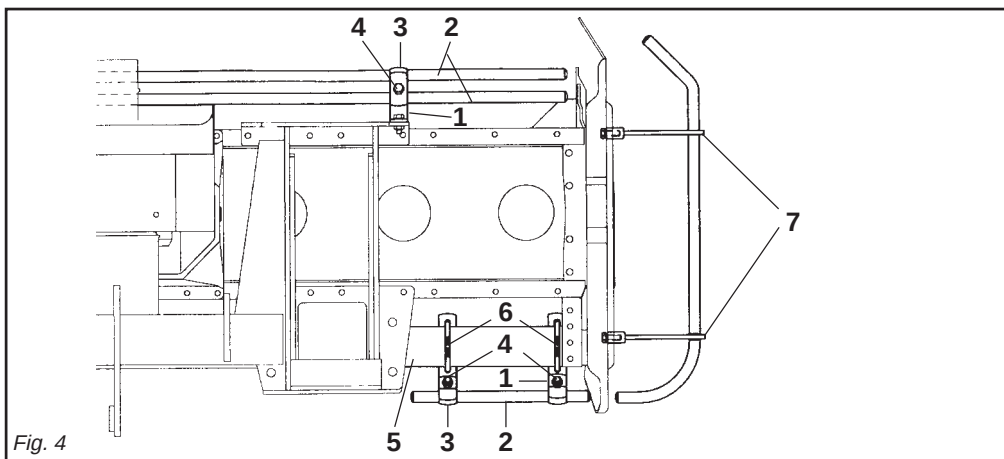

Fig. 4
- Il gruppo delle protezioni, composto dall'attacco (1 Fig. 4) che fa da fermo per i tubi (2 Fig. 4) bloccati dalla staffa (3 Fig. 4) e dalle viti (4 Fig. 4), è fissato al tubo quadro anteriore (5 Fig. 4) mediante i cavallotti (6 Fig. 4), e va posizionato uno a destra e uno a sinistra il più esternamente possibili.
- The protection unit, consisting of the coupling (1 Fig. 4) that acts as a clamp for the pipes (2 Fig. 4) locked by the bracket (3 Fig. 4) and by the screws (4 Fig. 4), is fixed to the square front pipe (5 Fig. 4) by the U-bolts (6 Fig. 4) and should be positioned as far outwards as possible, one on the right and the
- Die Gruppe der Schutzvorrichtungen, die sich aus dem Anschluß (1 Abb. 4), der zur Arretierung für die Rohre (2 Abb. 4) dient, die durch den Bügel (3 Abb. 4) blockiert werden, und den Schrauben (4 Abb. 4) zusammensetzt, wird am vorderen Vierkantrohr (5 Abb. 4) mit den U-Bolzen (6 Abb. 4) befestigt. Eine davon ist rechts und eine links, so weit wie möglich außen anzubringen.
- Le groupe des protections, comprenant l'attelage (1 Fig. 4) qui sert de butée pour les tubes (2 Fig. 4) bloqués par la bride (3 Fig. 4) et par les vis (4 Fig. 4), est fixé au tube carré avant (5 Fig. 4) par des crampons (6 Fig. 4). Positionner une protection à droite et une à gauche, le plus possible à l'extérieur.
- El grupo de las protecciones, compuesto por la conexión (1 Fig. 4) que funciona como bloqueo de los tubos (2 Fig. 4) bloqueados a su vez por el soporte (3 Fig. 4) y por los tornillos (4 Fig. 4), está fijado en el tubo cuadrado anterior (5 Fig. 4) mediante los pernos de U (6 Fig. 4) y debe ser emplazado uno a la derecha y uno a la izquierda lo más externamente posible.
- Lateralmente, su entrambe le fiancate, vanno fissate tramite le viti le protezioni sagomate (7 Fig. 4).
- The shaped protections should be fixed laterally with screws to both the sides (7 Fig. 4).
- Seitlich auf den beiden Seitenteilen sind die geformten Schutzteile (7 Abb. 4) mit Schrauben zu befestigen.
- fixées latéralement, des deux côtés (7 Fig. 4) avec les vis des protections.
- Lateralmente, sobre ambos lados, debemos fijar mediante los tornillos las protecciones molduradas (7 Fig. 4).